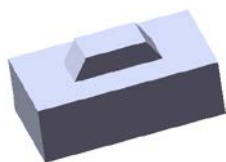
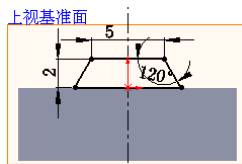

图 15.3.4 凸台—拉伸 2
图 15.3.5 横断面草图
(4) 单击  按钮，完成凸台—拉伸 1 的创建。
Step3. 创建图 15.3.4 所示的零件基础特征——凸台—拉伸 2。
(1) 选择命令。选择下拉菜单 **插入(I)** → **凸台/基体(B)** → **拉伸(E)...** 命令(或单击“特征(F)”工具栏中的  按钮)。
(2) 定义特征的横断面草图。
① 定义草图基准面。选取上视基准面作为草图基准面。
② 定义横断面草图。在草图环境中绘制图 15.3.5 所示的横断面草图。
③ 选择下拉菜单 **插入(I)** → **退出草图** 命令，退出草图环境，此时系统弹出“凸台—拉伸”对话框。